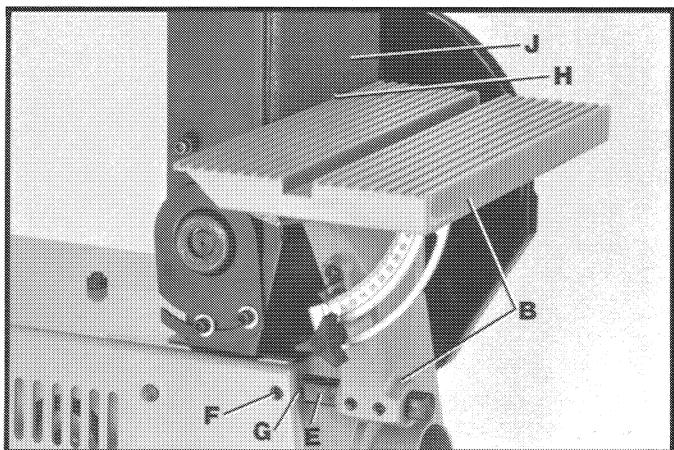

Fig. 34
3. Afloje el tornillo de fijación (F) Fig. 34 e inserte la barra de apoyo (E) y el conjunto de la mesa (B) en el agujero (G) de la unidad de correa. Apriete el tornillo de fijación (F) para sostener la barra de apoyo y el conjunto de la mesa en su sitio. **ADVERTENCIA: EL BORDE DE LA MESA (H)** FIG. 34 DEBE COLOCARSE A UN MAXIMO DE 1/16 PULG. DE LA CORREA DE LIJADO (J) PARA EVITAR ATRAPAR EL MATERIAL O LOS DEDOS ENTRE LA MESA Y LA CORREA DE LIJADO.